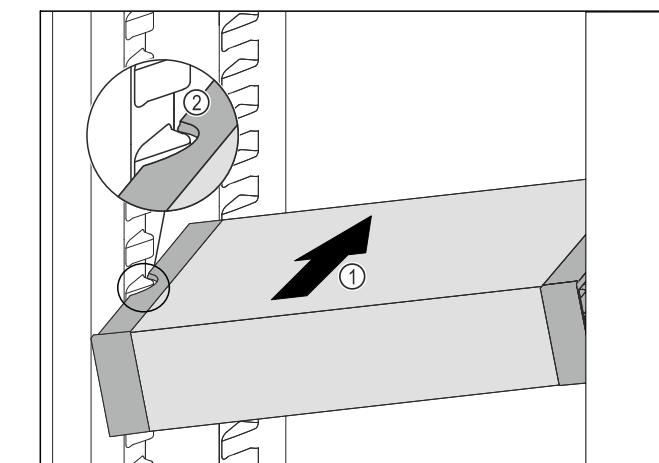

Fig. 71
- ▶ Insérer le VarioSafe en biais dans la partie réfrigérateur Fig. 71 (1) jusqu'à ce que les encoches latérales Fig. 71 (2) du VarioSafe se trouvent à la hauteur de la nervure du bac dans la partie réfrigérateur.